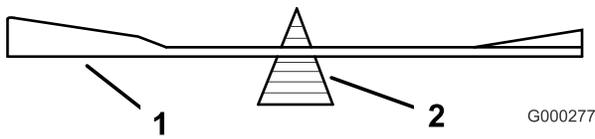

Figure 61
- Vérifiez l'équilibre de la lame en la plaçant sur un équilibreur (Figure 61).